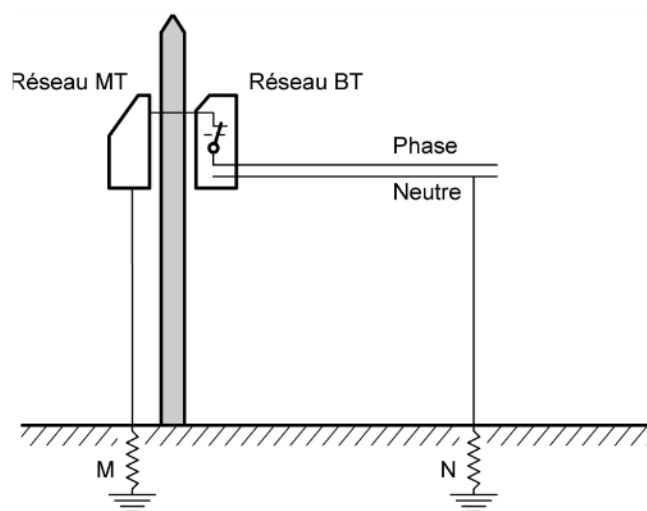

Figure 5.23 – Mesure de couplage entre deux terres.
Sur la *figure 5.23*, l'écoulement d'un courant de défaut par la masse M du réseau BTB peut provoquer une élévation du potentiel du sol et entraîner une augmentation du potentiel de la terre du neutre du réseau BTB et par conséquent mettre en danger la vie des personnes et des matériels utilisant le réseau BTB.
- un découplage suffisant avec la prise de terre à mesurer X, à condition de respecter les distances indiquées sur la *figure 5.23* ;